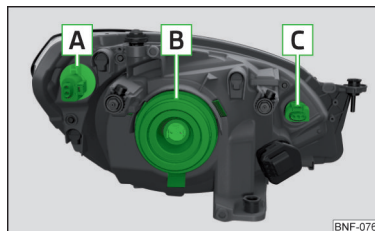
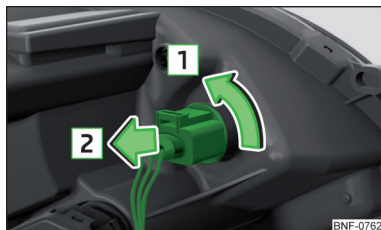
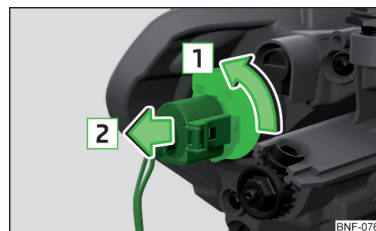

Fig. 141
Fig. 143
Fig. 144
Disponerea becurilor cu incandescență » fig. 141
- Rotiți soclul împreună cu becul cu incandescentă **C** » fig. 141 la pagina 126 până la limită în sensul săgeții **1** » fig. 143.
- Rotiți soclul împreună cu becul cu incandescentă **A** » fig. 141 la pagina 126 până la limită în sensul săgeții **1** » fig. 144.